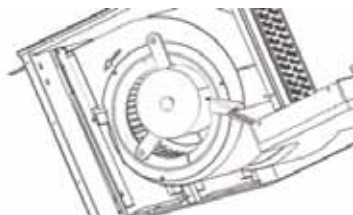

Рис. 10.8
2. Удерживая руками нижнюю часть двигателя вентилятора, толкайте его вверх вдоль направляющих. (Рис. 10.8).